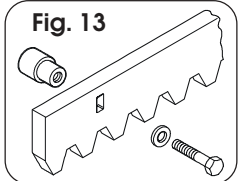

Fig. 13
4.4.1. CREMALLERA DE ACERO PARA SOLDAR (Fig. 13)